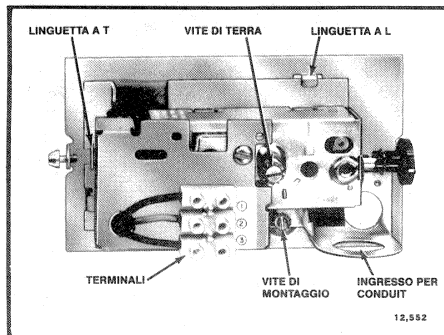

FIG. 2 - VISTA INTERNA DELL'UMIDOSTATO.
4. Ricollocare lo strumento sulla basetta servendosi delle apposite linguette come guide e serrare la vite di montaggio (fare riferimento a fig. 2).
Inserire i conduttori attraverso il foro praticato nella basetta posteriore o attraverso il conduit laterale (fare riferimento alla Fig. 2). Se questi non viene impiegato, chiuderlo con l'apposito tappo.